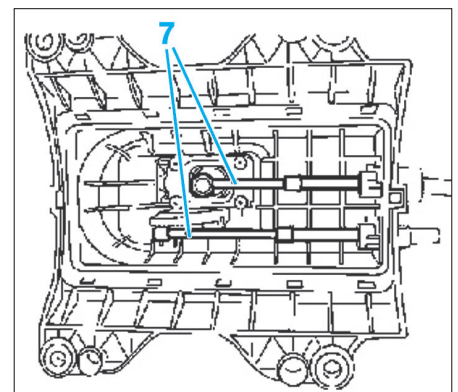

Fig. 17
- Déposer les 4 vis de fixation (6) de la tôle calorifique (Fig.17).